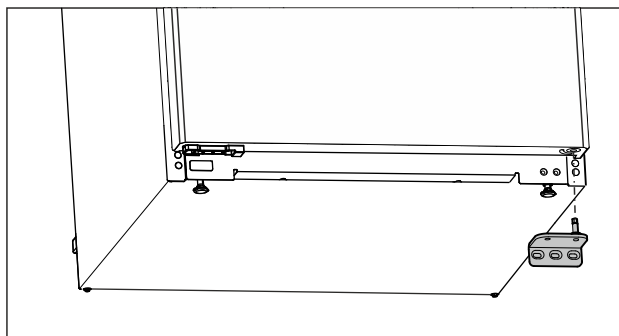

Fig. 15
- ▶ Võtke laagripukk allapoole maha. (vt. Fig. 15)